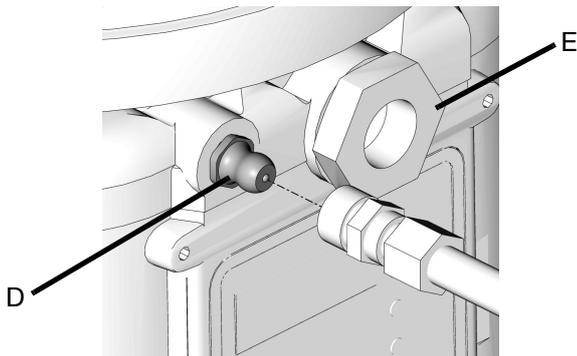

ABB. 15
1. Den Füllschlauch an der Einlassverschraubung (D) anschließen (ABB. 15).